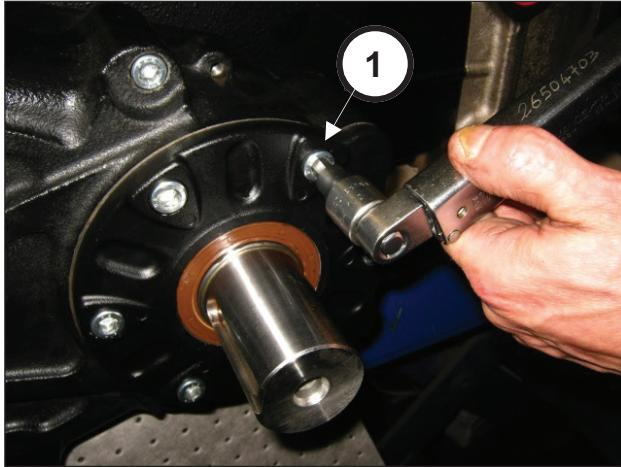

Fig. 95
Aperte os seis parafusos M10x25 (pos. ①, Fig. 95). Calibre os parafusos com chave dinamométrica, conforme indicado no capítulo 3 CALIBRAGEM DE APERTO DOS PARAFUSOS.